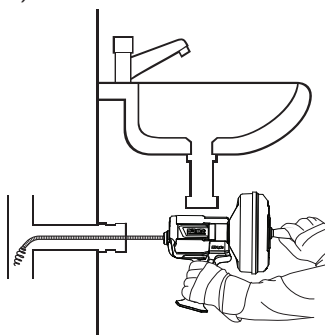

Figura 3
- Destornille el tapón de rebalse o extraiga el sifón (Figura 3).